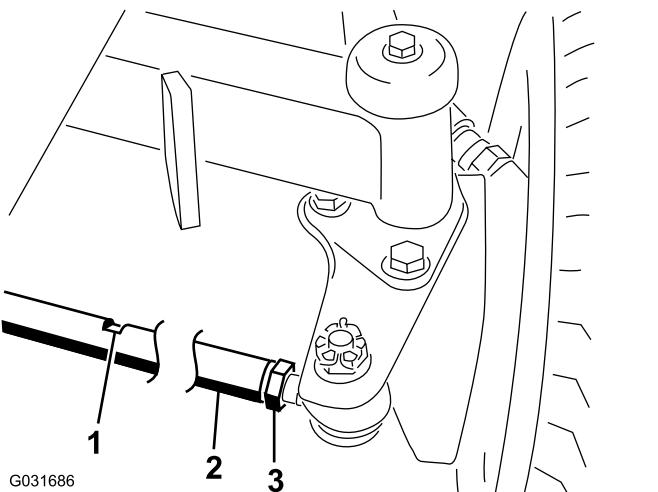

Bild 48
2. Lösen Sie die Klemmmutter an jedem Ende der Spurstange (**Bild 48**).